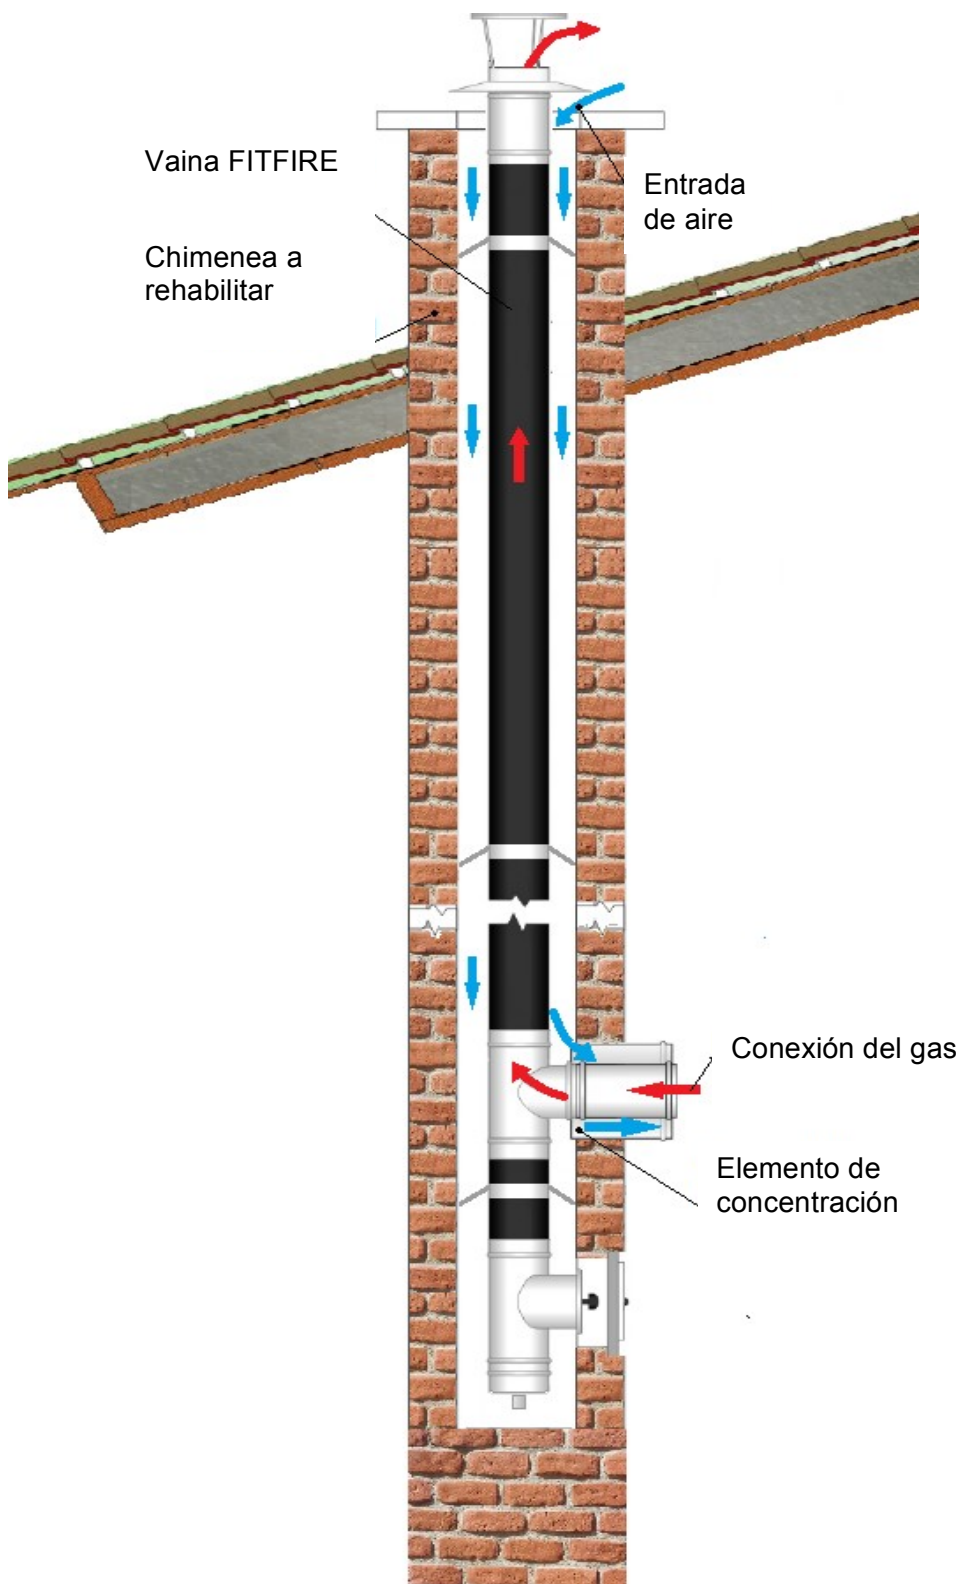

Figura 1
- a. En caso de instalación vertical considere un espaciador cada 5m como se muestra en la figura 1.